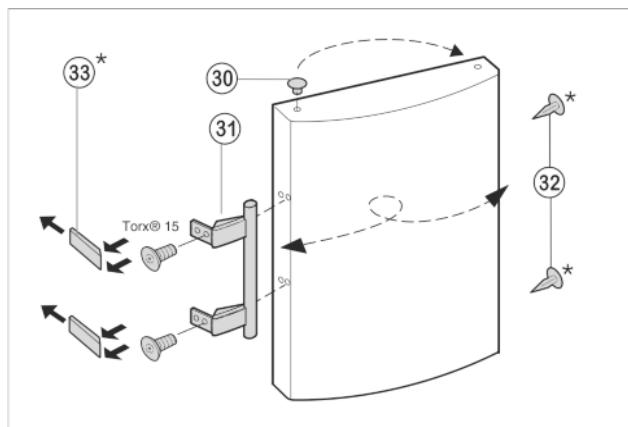

Fig. 10
- ▶ Извадете тапата Fig. 10 (30) от лагерната втулка на вратата и я преместете.
- ▶ Демонтирайте дръжката на вратата Fig. 10 (31), тапите Fig. 10 (32) и притискателните площи Fig. 10 (33) и ги монтирайте на другата страна.